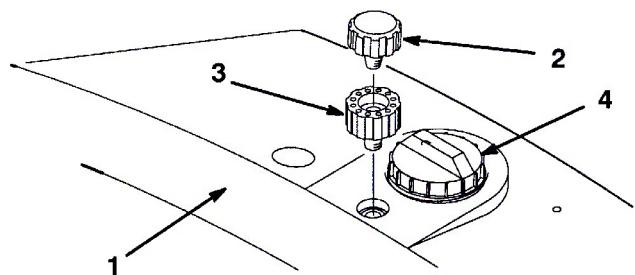

図8
- 油圧オイル・タンクにブリーザのエクステンションを取り付ける(図8)。
- ブリーザのエクステンションにブリーザ・キャップを取り付ける(図8)。